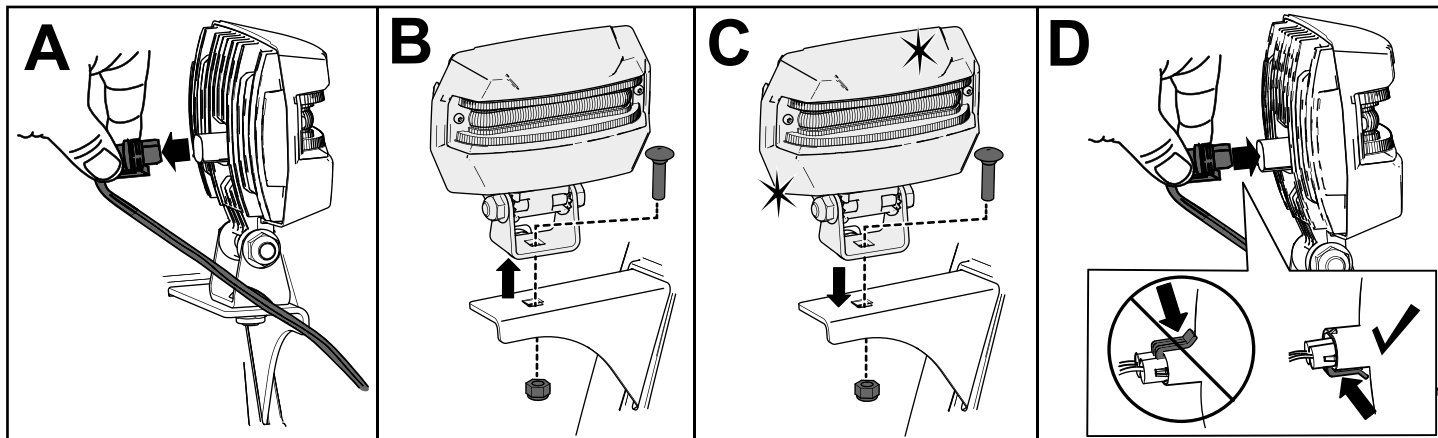

Рисунок 40
1. Отсоедините разъем провода фары с тыльной части фары (вид А на Рисунок 40).
2. Отверните болт и гайку, которые крепят фару в сборе к кронштейну фары, затем снимите старую фару в сборе (вид В на Рисунок 40).
3. Прикрепите новую фару в сборе к кронштейну фары с помощью ранее снятой гайки и болта (вид С на Рисунок 40).
4. Вставьте разъем провода фары в тыльную часть фары до его надежной фиксации на месте (вид D на Рисунок 40).